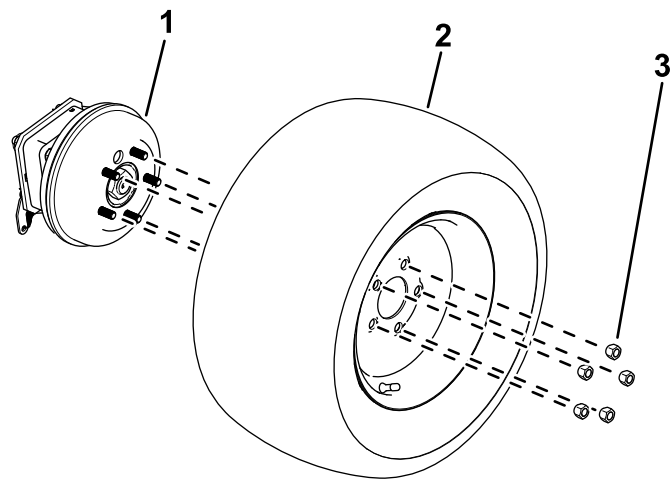

図 11
2. ホイールラグナットをゆるめて外す 図 11。
3. 各ホイールハブから車輪を取り外す 図 11。
1. 先ほど外したラグナットを使って、タイヤをホイールハブに固定する 図 11。